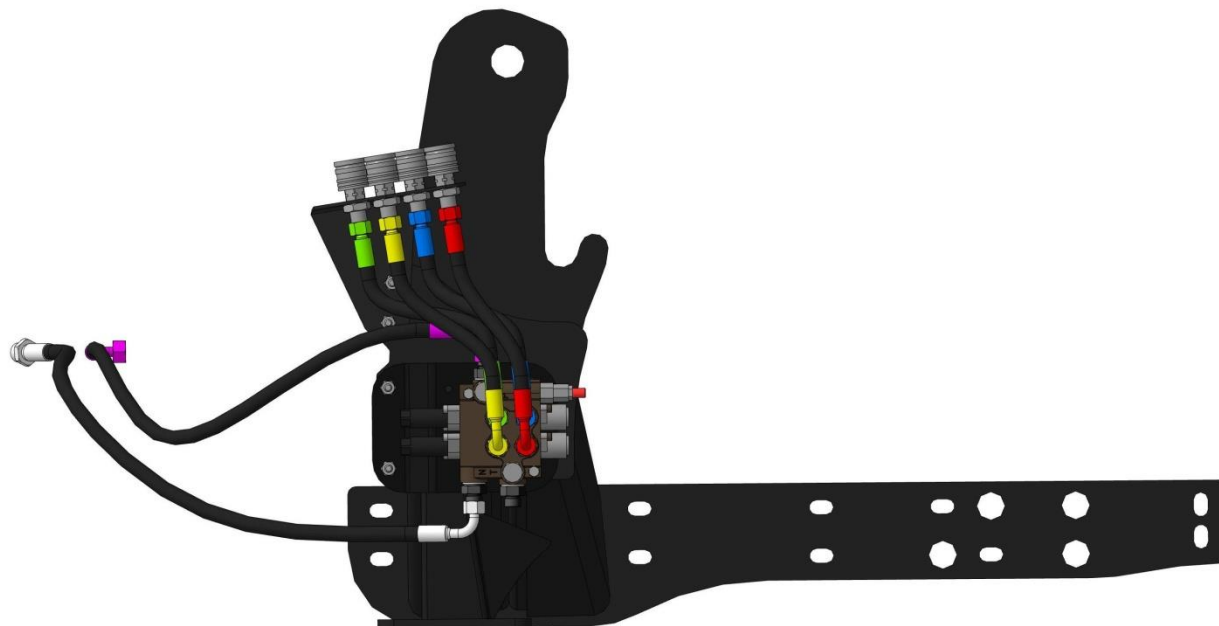

Рисунок 2.6
2.2.2.9 Присоединить угловым концом с гайкой M20x1,5 РВД напора тракторного гидрораспределителя к адаптеру, установленному в центральный порт С (N) гидрораспределителя (рис.2.6). Второй конец рукава, штуцер с резьбой M24x1,5, при подключении к гидросистеме трактора, соединяют с отвернутым от насоса напорным рукавом гидрораспределителя трактора.